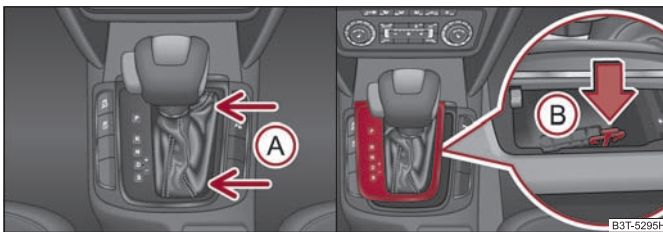

Fig. 143 Deblocarea de urgență a selectorului de viteze
- Apucați capacul selectorului în locul indicat de săgeată **A** și trageți cu atenție în sus ⇒ pagina 134, fig. 143.